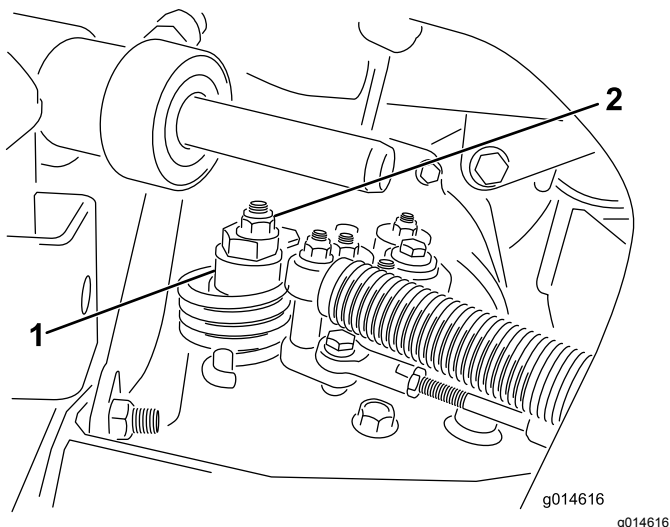

Figura 41
- A. Allentate il dado che fissa l'eccentrico alla parte superiore dell'igrostatato (Figura 41).
- C. Fate girare l'eccentrico finché non riscontrate movimenti in alcuna direzione. Quando la ruota cessa di girare, serrate il dado di bloccaggio dell'eccentrico per mantenere la messa a punto (Figura 41). Verificate la regolazione portando l'acceleratore in posizione di MINIMA e MASSIMA.